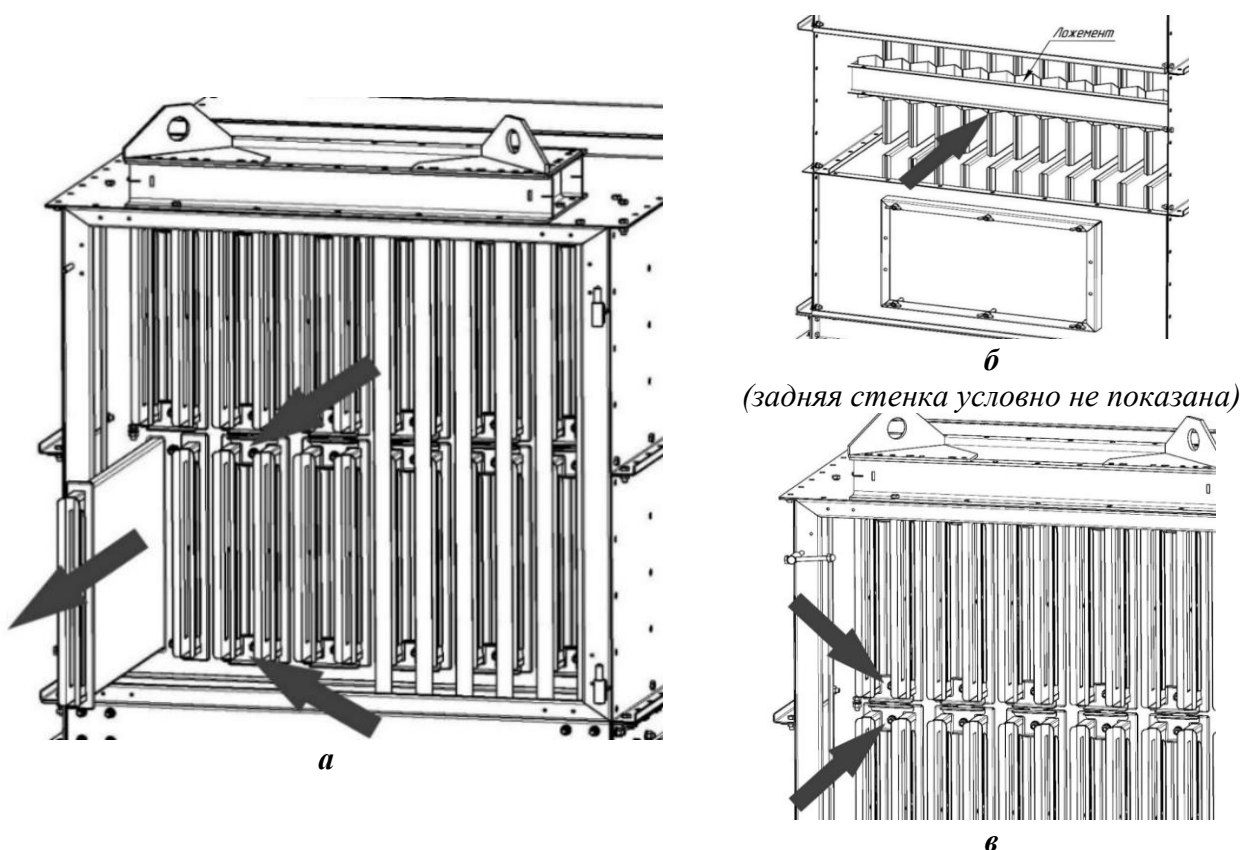

Рисунок 12
5.3.14 Установить прижимы на оси приварных болтов, затянуть гайки и пружинные шайбы, прижав карман к панели (рисунок 12в).